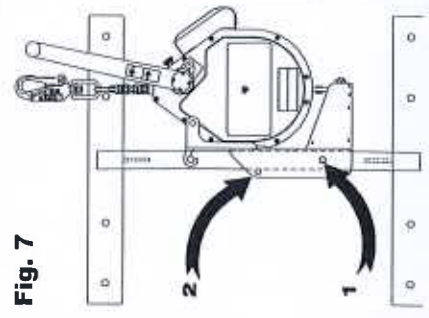

Fig. 7
5.7 Pose sur un dispositif mural (Réf. Fig. 7)